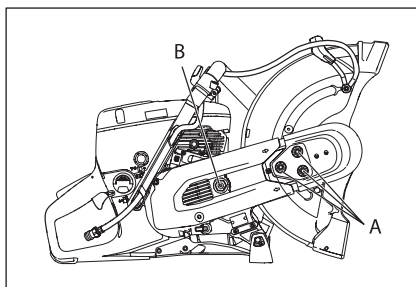

Рис. 5
1. Ослабьте три гайки (A), удерживающие верхний кожух ремня. Поверните натяжитель ремня (B) в положение «0», чтобы ослабить натяжение (рис. 5).